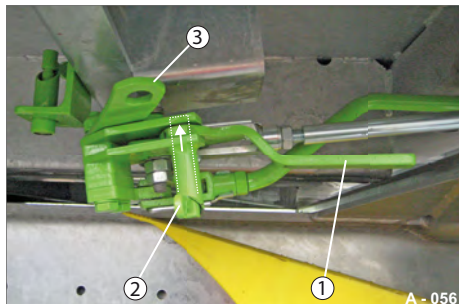

Abb. 52 Fahrstellung - Entriegelung fixiert
- ▶ Prüfen Sie vor Fahrtantritt, dass die Halbautomatische Entriegelung sich in der Fahrstellung befindet (siehe Abb. 52)